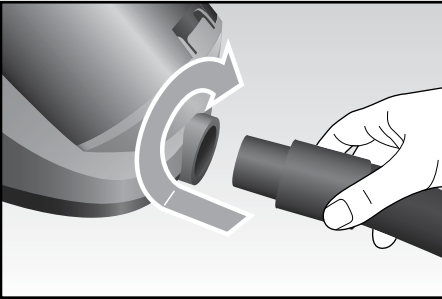

Fig. 2
- Inserire il manicotto (H) nell'apertura di entrata dell'aria (D) ruotandolo leggermente fino al completo bloccaggio (Fig. 2).